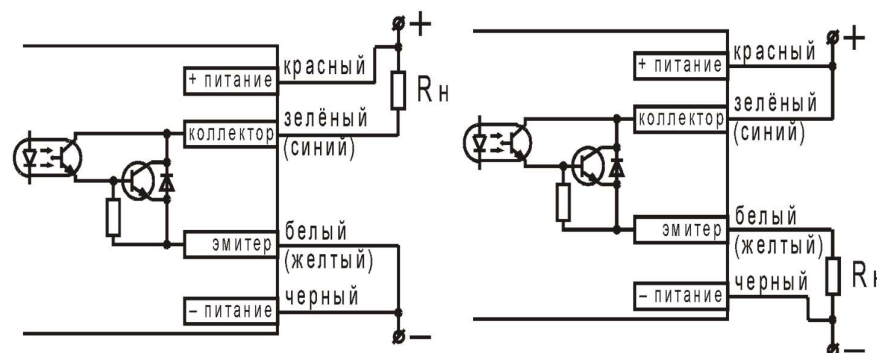

Рис.2 Схема подключения фотодатчика МикРА Ф6.
- Выполнить все электрические соединения в соответствии со схемой подключения фотодатчика (рис.2).